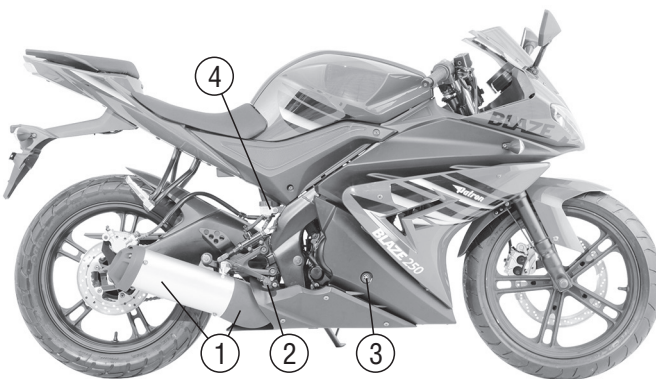

Рис. 3. Вид справа
**Окно контроля уровня масла в картере двигателя** (рис. 3, поз. 3). На горизонтальной площадке установите мотоцикл таким образом, чтобы плоскость вращения колес располагалась вертикально. Уровень масла должен располагаться в средней части смотрового окна. Если уровень масла ниже смотрового окна, следует довести его до нормы, в соответствии с рекомендациями, изложенными в п. 11.4 данного Руководства.